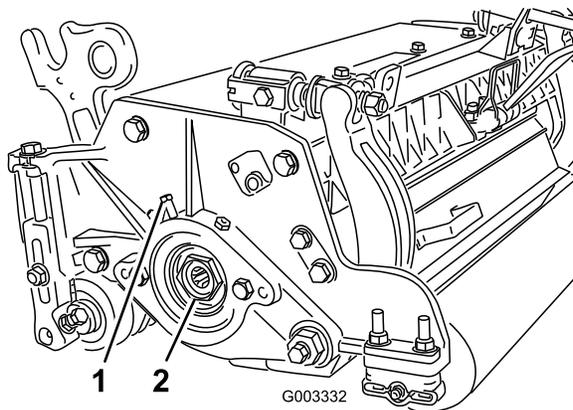

図 27
A. カッティングユニットの左側にあるベアリングハウジングにベアリング調整ナットを固定している固定ねじをゆるめる 図 27。